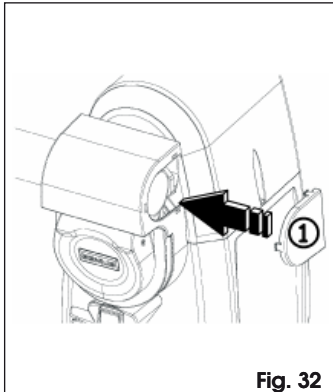

Fig. 32
- Coloque el tapón trasero del cárter de desbloqueo, Fig. 32 ref. ①.